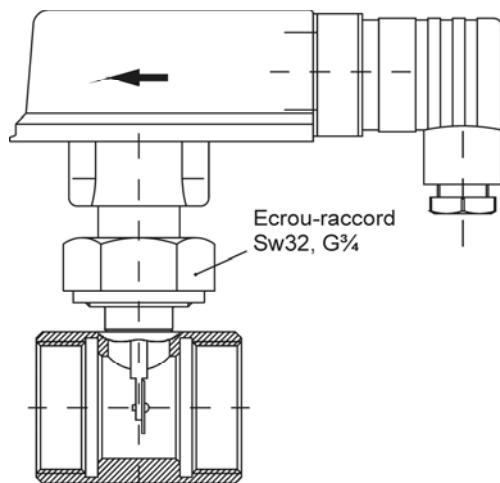

Fig. 5
- ☞ Les commutateurs de débit, équipés en option d'une pièce tubulaire en cuivre (→ Fig. 5), doivent être brasés au tube. Avant d'effectuer les travaux de brasage, il faut désolidariser de la pièce tubulaire le commutateur de débit (corps avec system de tige à bascule) et l'anneau torique.